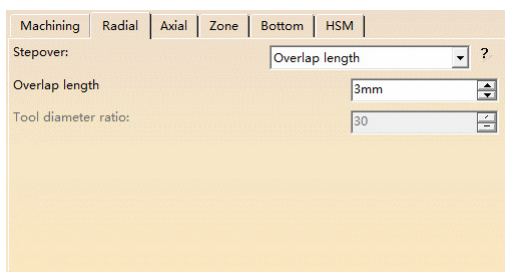

图 3-219 “Radial”选项卡（8）
- 在“Radial”选项卡（8）的“Stepover”下拉列表中选择“Overlap length”，在“Overlap length”文本框中输入“3mm”，如图 3-219 所示。